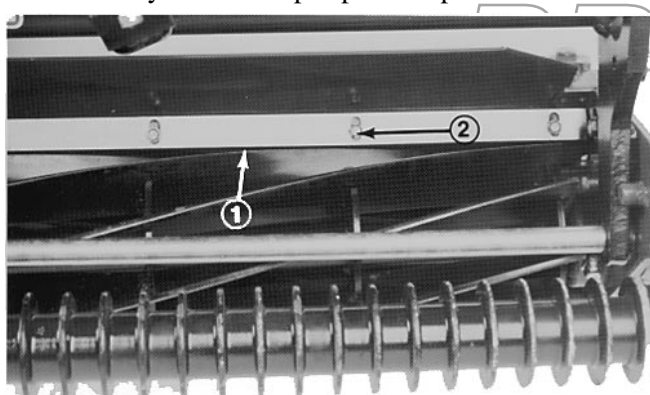

Fig. 5
1. Løsne skruene som holder øvre stang (fig. 5). Stikk et 0,060" følerblad inn mellom toppen av sylindren og stangen og trekk til skruene (fig. 5). Det skal være like stor avstand mellom stangen og sylindren langs hele sylindren.